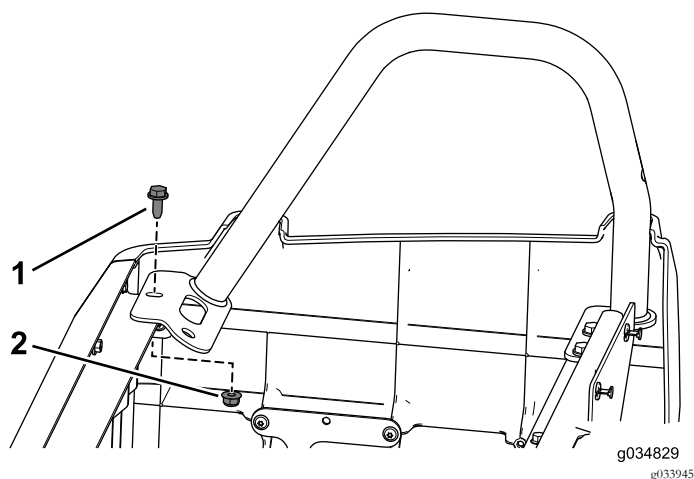

図 50
1. 右後腰部ガードを後座席ベースに固定する先ほど外したフランジボルト3/16 x 3/4 インチとフランジナットを使う 図 50。